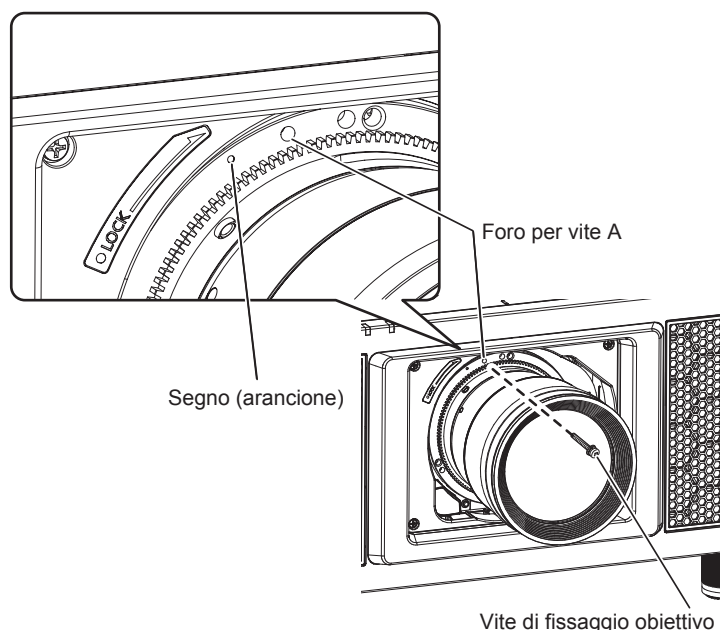

Fig. 2
- 2) Fissare l'obiettivo di proiezione con la vite di fissaggio obiettivo in dotazione. (Fig. 2)